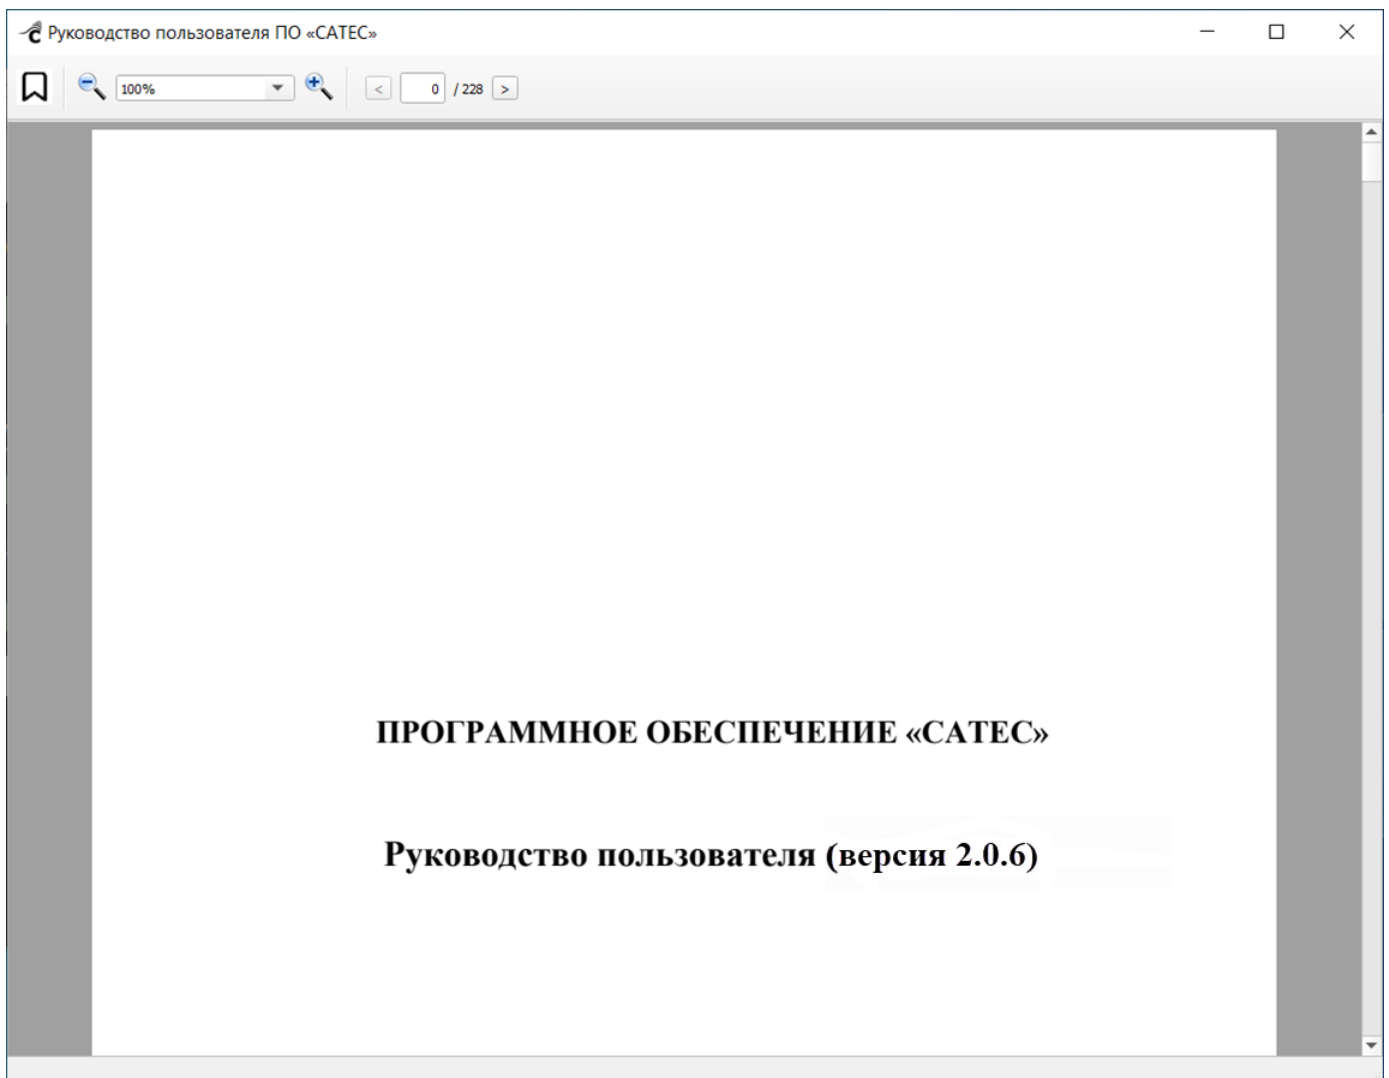

Рисунок 59 – Руководство пользователя ПО «CATEC-ДК»
– «Справка» – открывает pdf-документ «Руководство пользователя ПО «CATEC-ДК» (Рисунок 59).